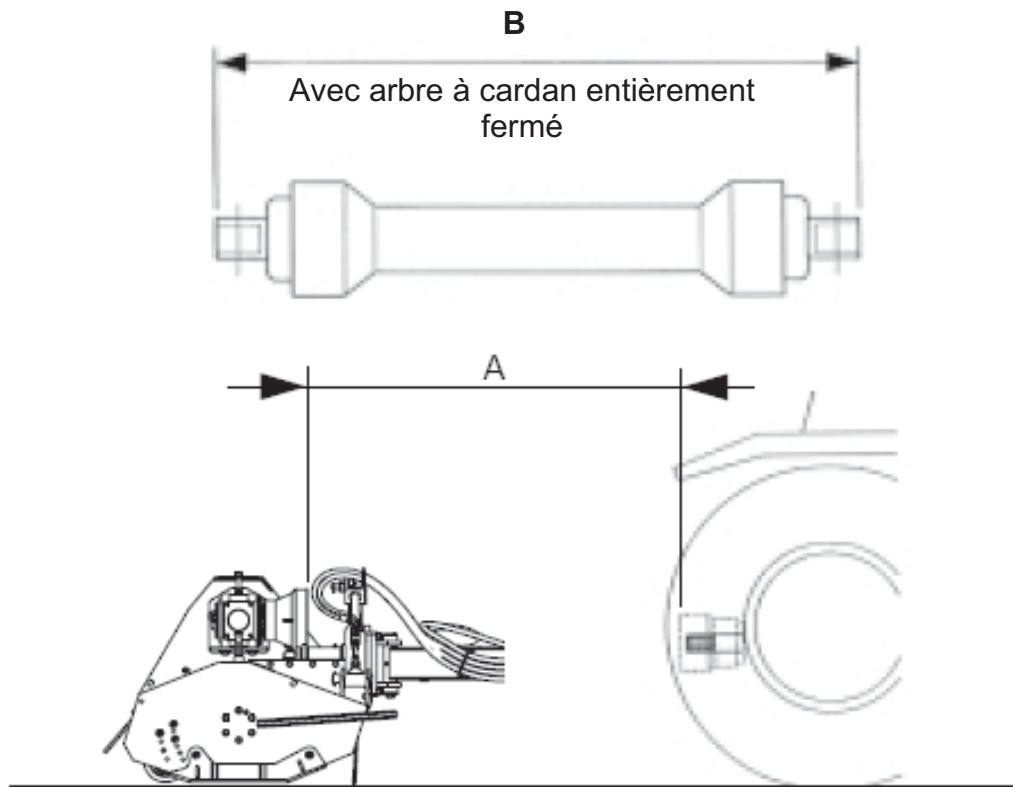
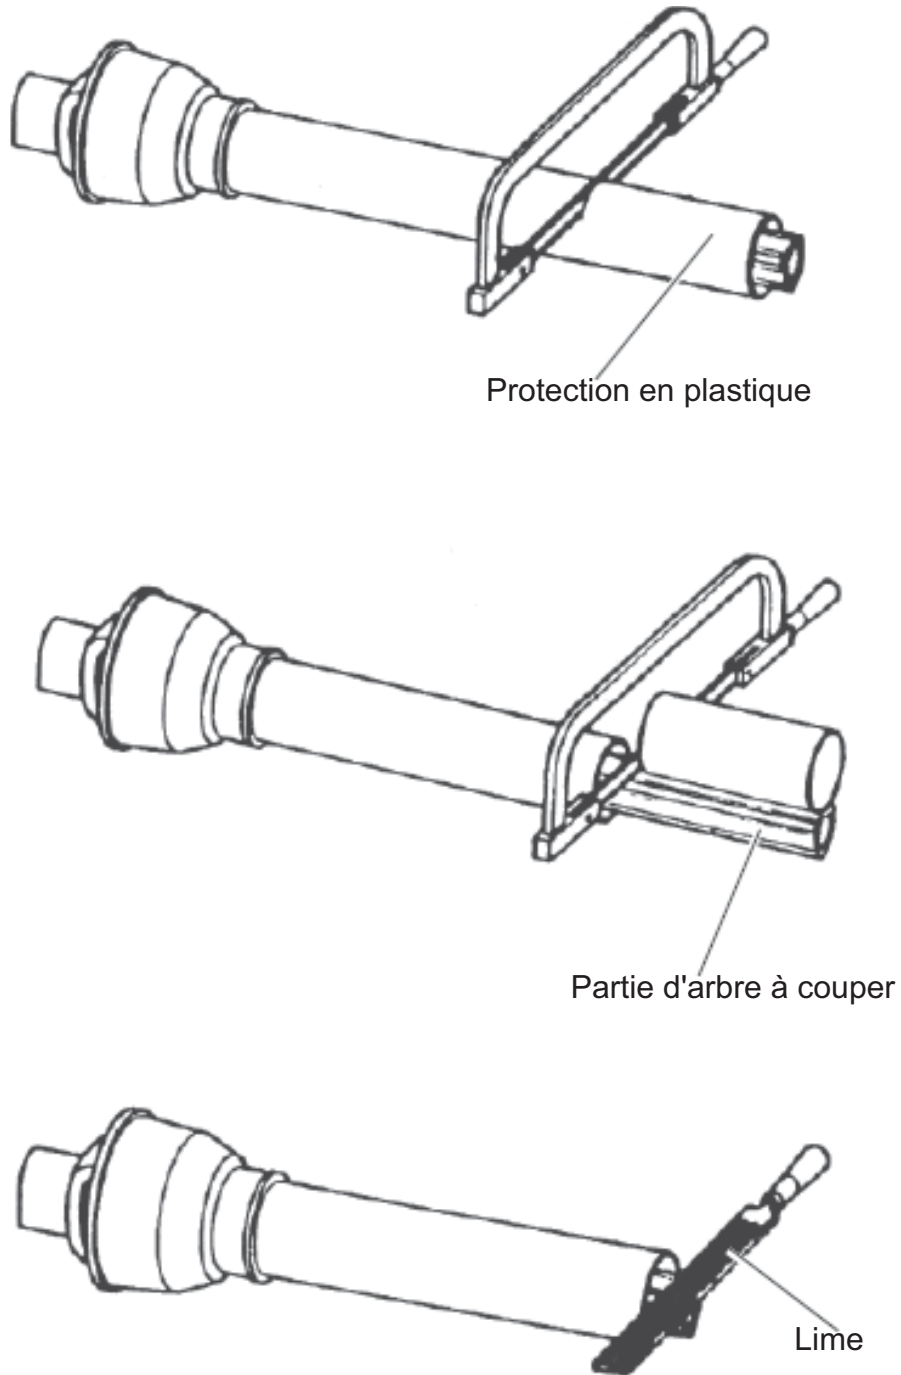

Fig. 7.4 - Détermination de la distance entre les arbres du broyeur et du tracteur
Fig. 9.4 - Correction longueur arbre à cardan
- Mesurer la distance entre l'arbre à la sortie de la boîte d'engrenages du broyeur et l'arbre à la sortie du tracteur, cote **A** (fig. 7.4)
- Mesurer l'arbre à cardan en position entièrement fermée, cote **B** (fig. 7.4).
- Si **B** est égal à **A** (fig. 7.4)
- Couper la protection en plastique comme indiqué sur la fig. 9.4 de la quantité correspondant à **B** "moins" **A** de la fig. 7.4
- Utiliser la partie de protection coupée en tant que mesure de référence et couper la partie d'arbre excédant comme indiqué sur la fig. 9.4
- Enlever les bavures fig.9.4, nettoyer avec soin et graisser les arbres coulissants.